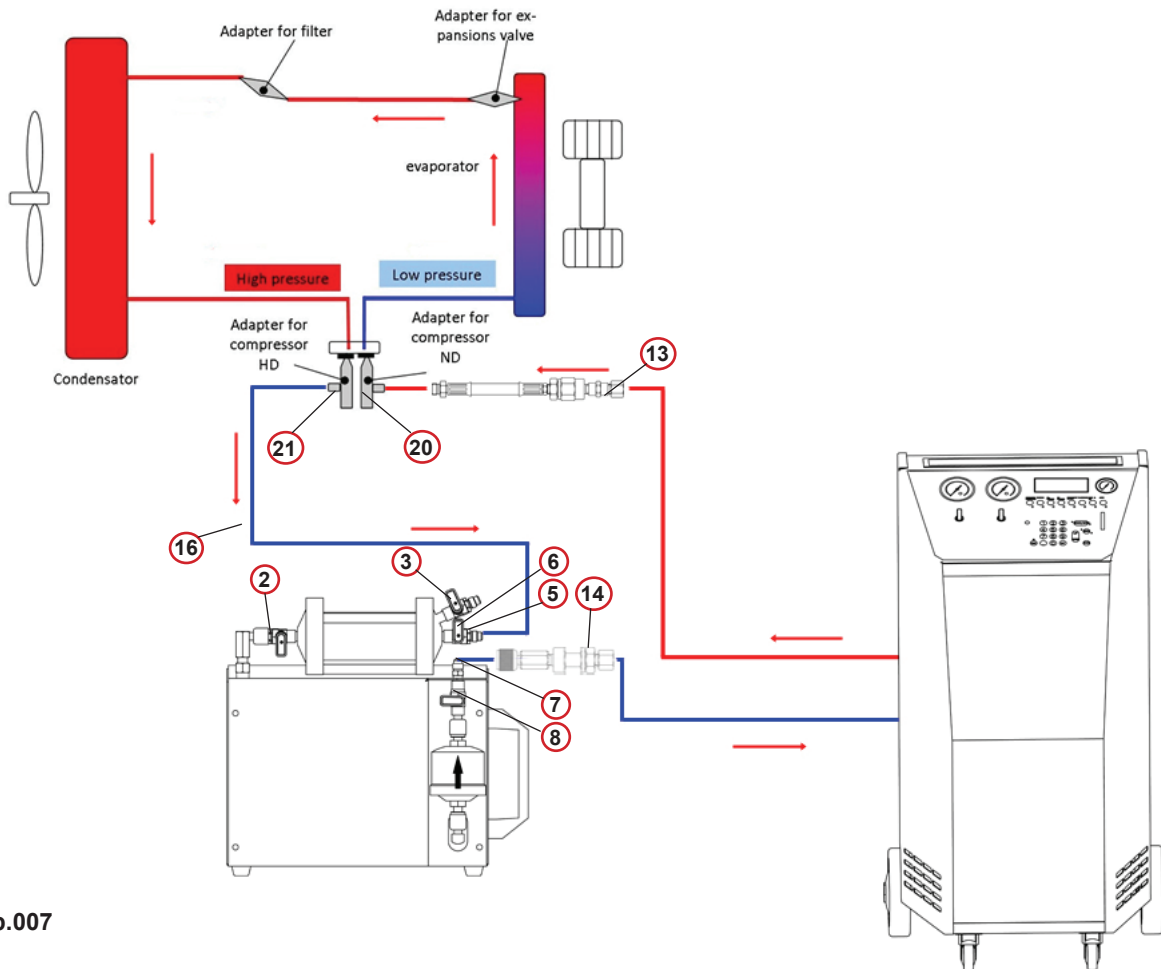

Abb.007
3. Den so vorbereiteten roten Serviceschlauch (Hochdruck) des Klimaservicegerätes an den herstellerspezifischen Adapter des Kompressoranschlusses der Klimaanlage, Niederdruckseite **20** anschließen Siehe *Abb.007*